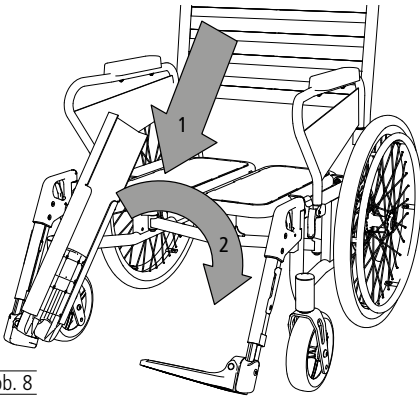

Abb. 8
2. Sätt fotplattan på det uppfällda fotstödet (1, bild 8) så att det botten där. Fäll sedan fotplattan (med fotstödet inuti) nedåt (2, bild 8) så att urtaget på undersidan av fotplattan helt täcker det andra fotstödet.